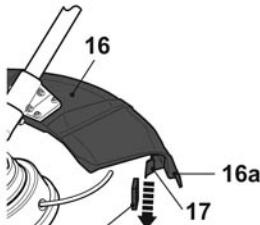

Рис. 20
- > Защитная насадка [16a] кожуха [16] оснащена лезвием [17] для обрезания режущей лески [34] в случае необходимости (рис. 20).